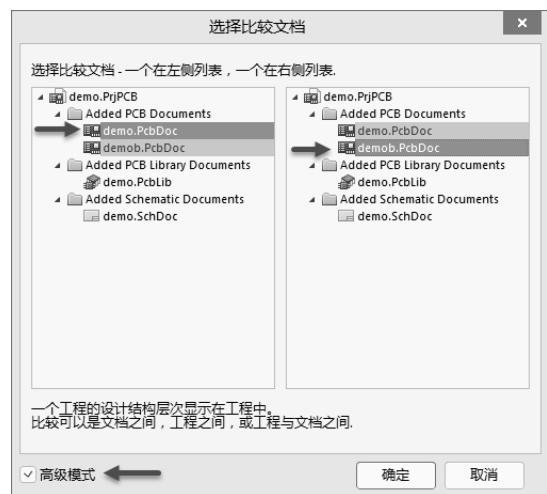

图 16-7 对比选择
(3) 在对比对话框中按照图 16-7 所示，勾选“高级模式”选项，在左、右列表框中选择需要对比的 PCB，单击“确定”按钮。